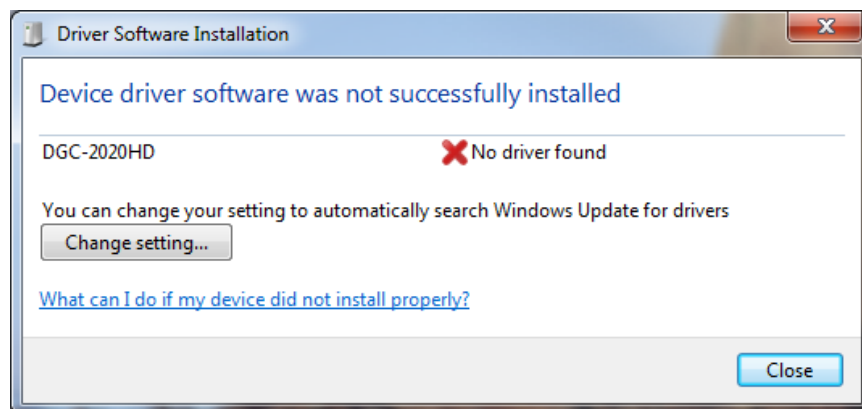

Figure 24-1. Installation du pilote logiciel
- Étape 1 : Si le message dans la Figure 24-1 s'affiche, fermez tous les programmes et redémarrez l'ordinateur.